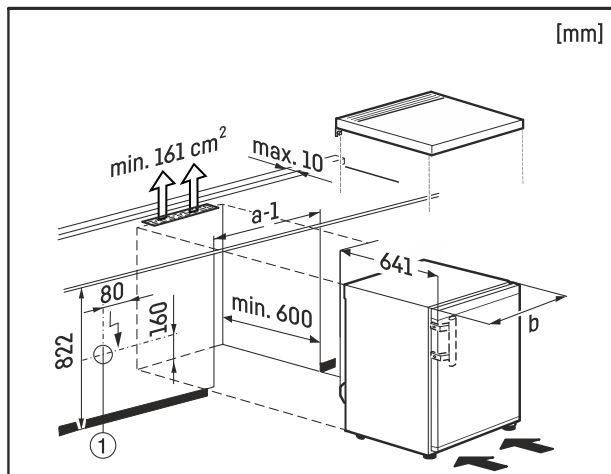

Fig. 9
Розетка Fig. 9 (1) має бути розташована в легкодоступному місці, за межами задньої сторони пристрою.